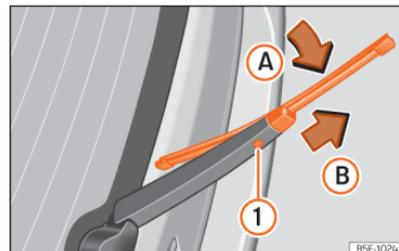

Fig. 162 Substituição da escova do vidro traseiro.
- Rode ligeiramente a escova » » » Fig. 162 (seta A).